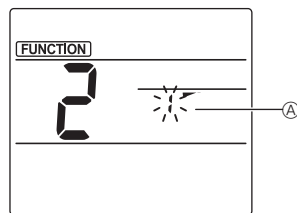

Fig. 2
② Избор на номера на дефлектора (Fig. 2)